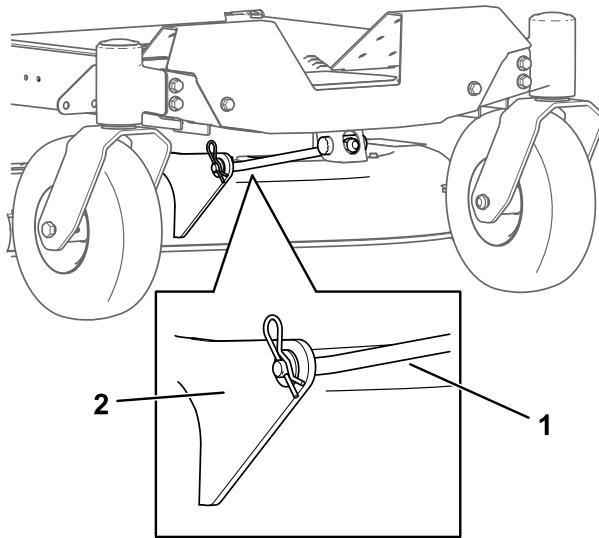

Figura 72
5. Remova o perno de gancho da barra de suporte da frente e remova a barra do suporte da plataforma (Figura 72).
- Coloque a barra de suporte frontal na plataforma do cortador com o pino de segurança e perno de gancho (Figura 72).